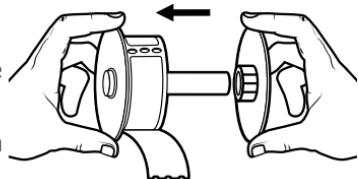

Figura 7
- 4** Coloque el eje en la parte derecha de la bobina y ajústela hasta que se acople perfectamente con el rodillo. Ver Figura 7.